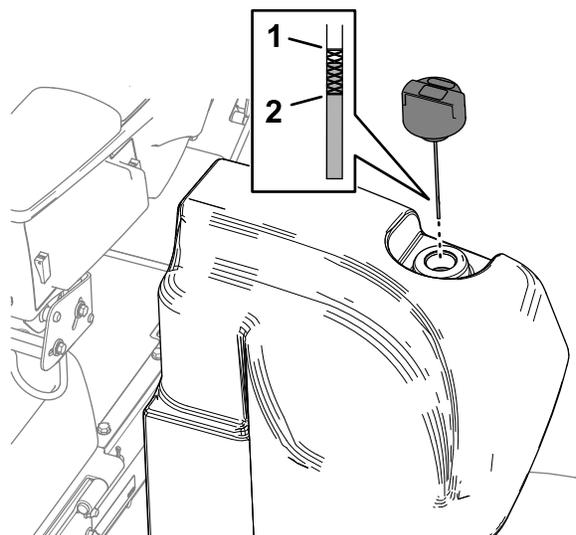

図 116
2. 油圧オイルタンクの注油口周辺をきれいに拭き、キャップを外す **図 116**。